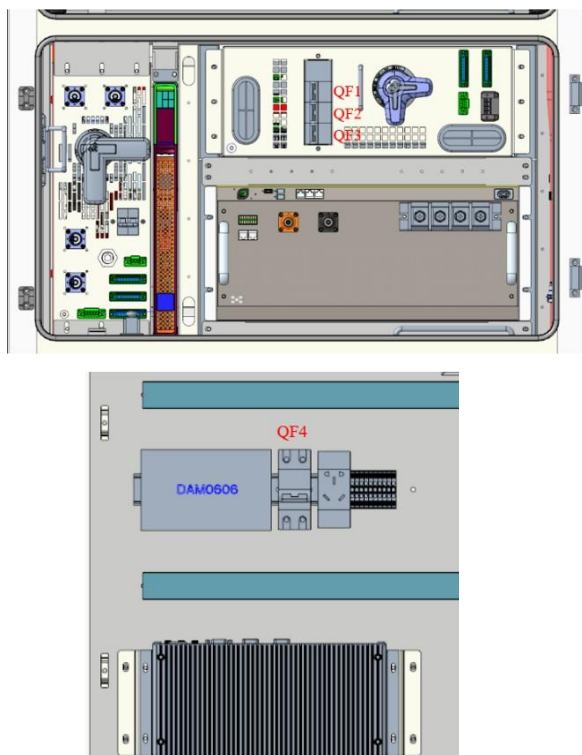

Figura 6-1 QF1\QF2\QF3\QF4
6. Desconecte manualmente os disjuntores miniatura QF1\QF2\QF3\QF4, conforme mostrado na Figura 6-1.